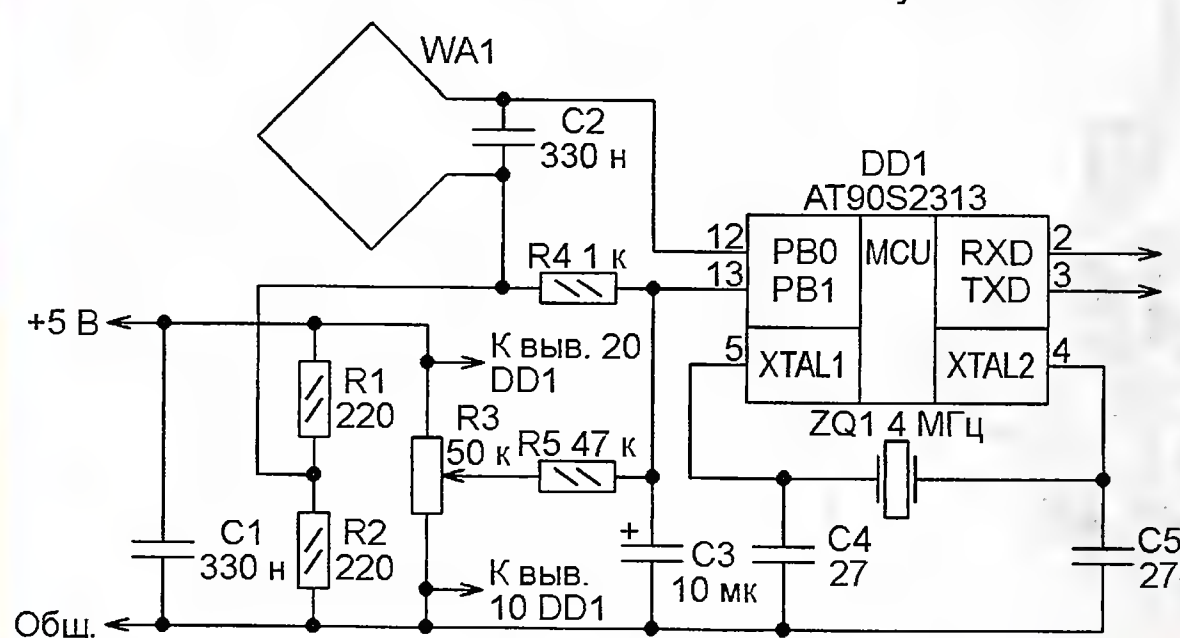
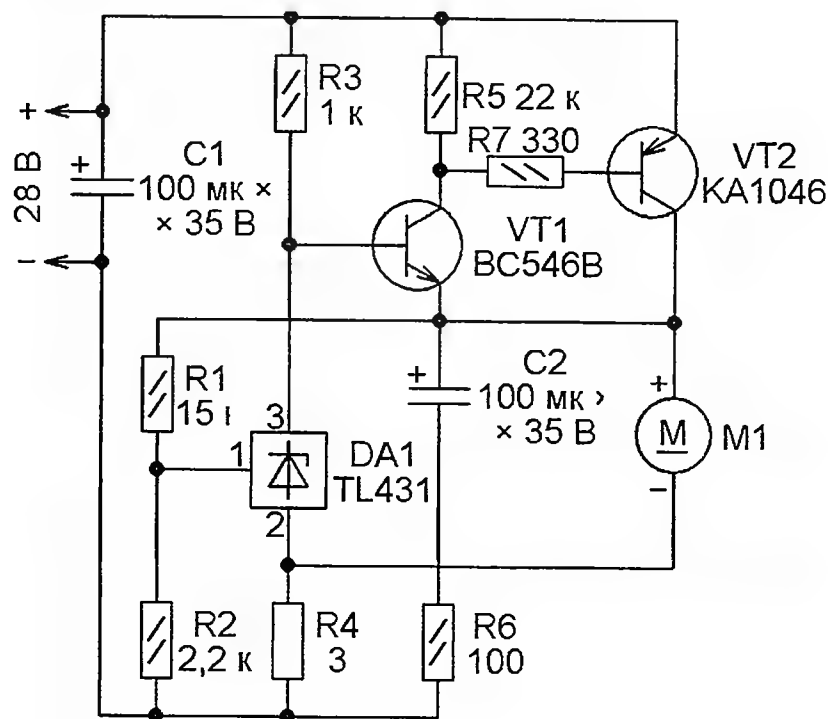
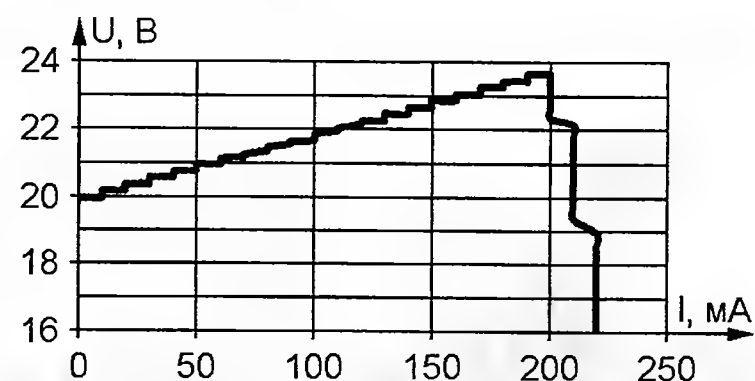

Рис. 1
Рис. 3
Рис. 4
**Приёмопередатчик ближней индуктивной связи (рис. 1, <http://cappels.org/dproj/minmassrfbase/figure4.gif>)** способен поддерживать беспроводную связь на частоте 118 кГц с аналогичным устройством на расстоянии до 15 см. Два файла программы микроконтроллера DD1 можно "скачать" по адресам <http://cappels.org/dproj/minmassrfbase/vlfterm2313.asm> и <http://cappels.org/dproj/minmassrfbase/vlfcw2313.inc>.
**Блок питания электродвигателя микродрели (рис. 3, [http://cappels.org/dproj/NORPS/A\\_Drill\\_Motor\\_Power\\_Supply\\_With\\_Negative\\_Output\\_Resistance.html](http://cappels.org/dproj/NORPS/A_Drill_Motor_Power_Supply_With_Negative_Output_Resistance.html)).** Особенность блока — выходное напряжение, нарастающее с увеличением механической нагрузки на вал двигателя и, соответственно, потребляемого им тока. Экспериментально снятая нагрузочная характеристика показана на рис. 4. При потребляемом токе более 200 мА выходное напряжение резко снижается.